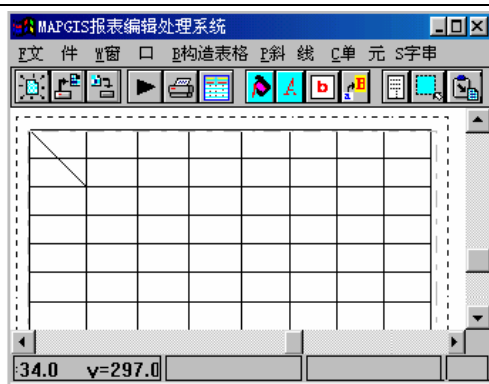

图 9-6 构造了斜线的表格
- ① 选择“造斜线”。
- ② 移动鼠标到要造斜线的域，单击鼠标左键并拖动鼠标，此时会出现一条橡皮线随着光标的移动而移动。
- ③ 当鼠标移动到斜线另一端所在的小格之后，单击鼠标左键，系统即根据当前斜线的倾角及所跨的小格而添加一条斜线，如图 9-6 所示：